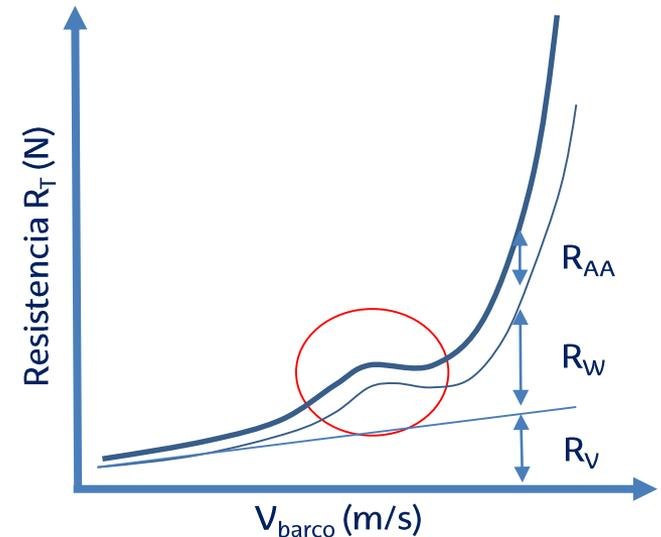

Figura 13. Hombro característico de la curva de resistencia al avance [1]
- Al aumentar la velocidad del barco  $\rightarrow$  aumenta el tamaño de ola  $\rightarrow R_W$  aumenta  $\rightarrow R_T$  aumenta (“hombro” curva  $R_T$ - $V_{\text{barco}}$ ) Figura 13.
- Posteriormente, se produce el ensamblaje entre las olas de proa y popa  $\rightarrow$  disminuye tamaño de ola  $\rightarrow R_W$  disminuye  $\rightarrow R_T$  disminuye (Figura 13).